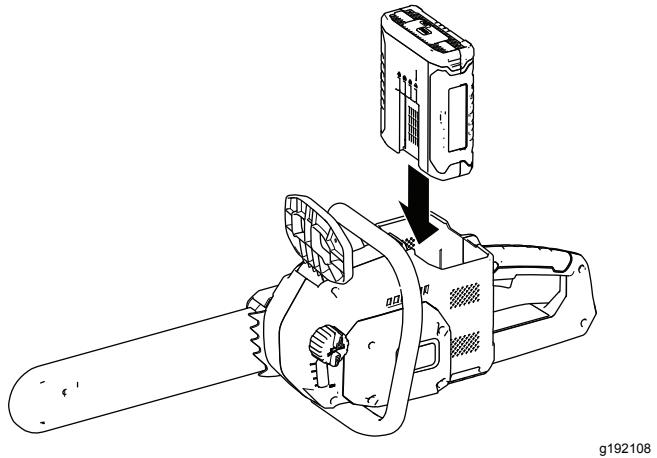

Figura 7
- Alinee la lengüeta de la batería con el hueco correspondiente de la motosierra (Figura 7).